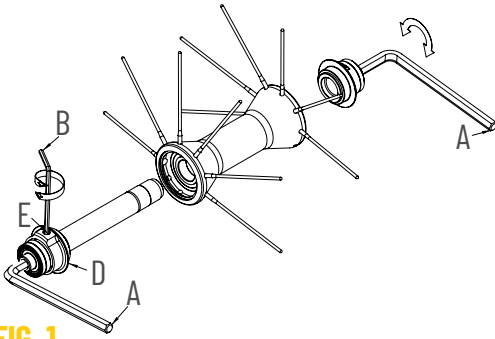

FIG. 1
- Inserite due chiavi a brugola da 5mm (A) dentro agli scontri alle estremità dei mozzi (Fig.1) e ruotatele in **senso antiorario**. Una volta estratta la parte mobile, sfilate il perno dal mozzo.
- Inserite il perno dentro al corpo mozzo e bloccate lo scontro mobile con coppia di chiusura pari a 15 Nm. Se necessario effettuare una registrazione del mozzo agendo sulla ghiera (D).
- Allentate il grano (E) con una chiave a brugola da 2mm (B) (Fig. 1).
- Richiudete il grano (E).